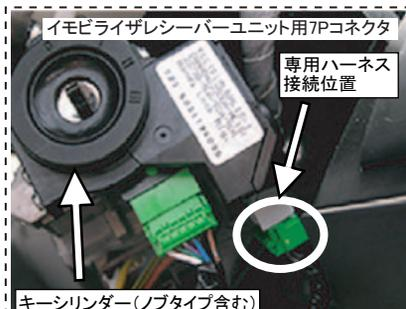

図1 イモビライザーシーバ用コネクタの位置 (参考写真)
(1) イモビアダプターの接続
- ① イモビライザー搭載車に搭載されているイモビライザーシーバユニットを探し、その配線コネクタを一旦外します。(コラムカバー内のキーシリンダー右隣に設置されています。図1参照)